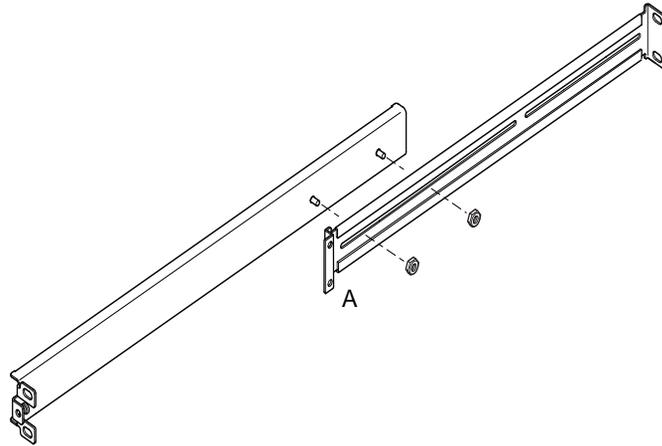

FIGURA 3-1 Slitta per rack di espansione standard da 19 pollici
1. **Posizionare le due parti della slitta in modo che l'estremità a doppio angolo (A) si trovi nella posizione corretta.**
Nel caso di un rack standard largo 19 pollici, l'estremità a doppio angolo (A) deve trovarsi sul lato anteriore (vedere la FIGURA 3-1).